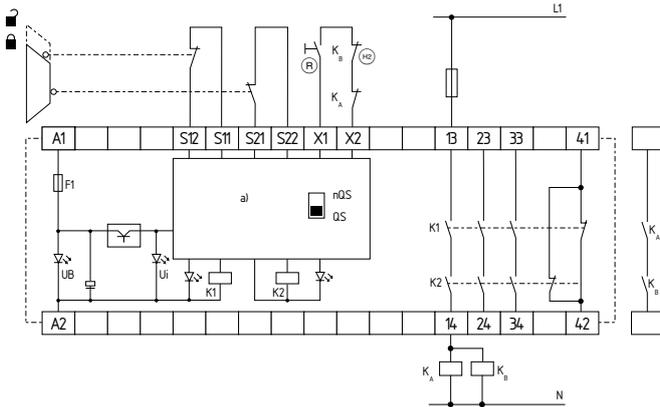

Fig. 4
**Control mediante dos canales, mostrado a través del ejemplo de la monitorización de un resguardo de seguridad con dos interruptores de posición, uno de ellos un contacto de apertura forzada con pulsador de rearme externo** (véase fig. 4).
- (R) = circuito de realimentación